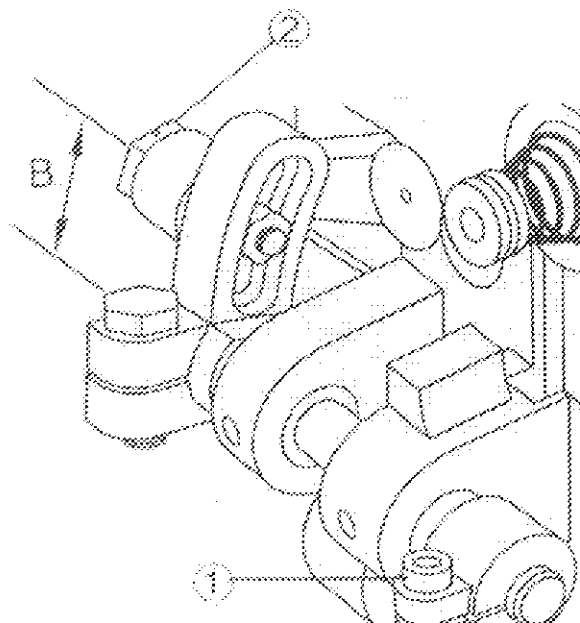

Рис. 15
18. Регулировка величины подъема сменной лапки (Рис. 15)
Метод регулировки: ослабьте коромысло 1, сдвиньте коромысло, указанное на Рис. 15, вверх чтобы увеличить величину подъема внешней лапки, наоборот – уменьшить величину подъема, затем затяните винт.